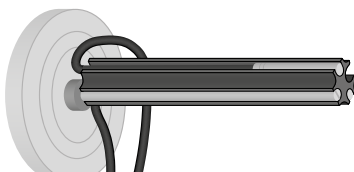

Bild 12: Der Fühler des Thermometers und die Temperaturfühler schließen bündig mit der Stirnseite des Steckmoduls ab bzw. stehen leicht über.
- Richten Sie das Thermometer und die Temperaturfühler so aus, dass sie bündig mit der Stirnseite abschließen bzw. leicht überstehen (► Bild 12).